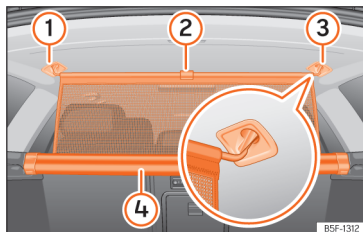

Abb. 183 Im Kofferraum: Trennwandnetz einhängen.
- Ziehen Sie die Lasche >>> (Abb. 183) ② nach oben, um das Netz aus dem Einsatz ④ zu nehmen.